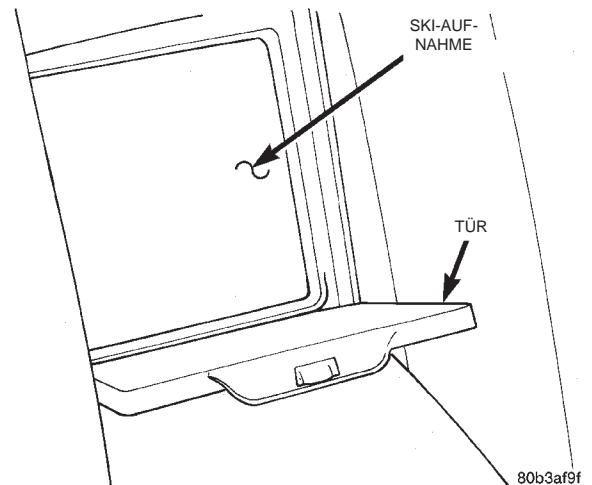

Abb. 87 Armlehne mit Ski-Aufnahme
- (1) Sitzpolster der Rücksitzbank ausbauen.
- (2) Befestigungselement der Rückenlehne der Rücksitzbank lösen.
- (3) Rücklehne der Rücksitzbank mit Armlehne und Ski-Aufnahme abbauen (Abb. 87).